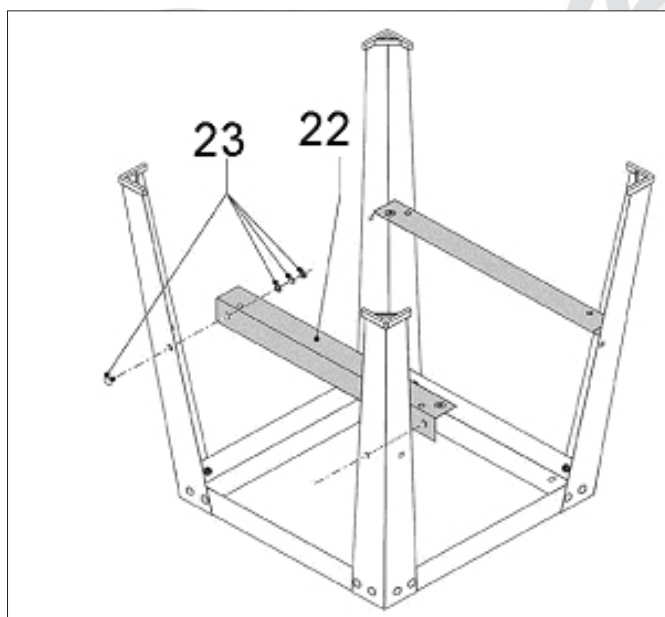

Fig. 3
Placera ett kort tvärstag (22) mellan två ben så att skruvhålen hamnar mitt för varandra. Skruva fast tvärstaget på benen med skruvar, fjäderbrickor och muttrar (23) men dra ej åt för hårt. Upprepa denna procedur med det andra korta tvärstaget enligt vad som visas i Fig. 3.